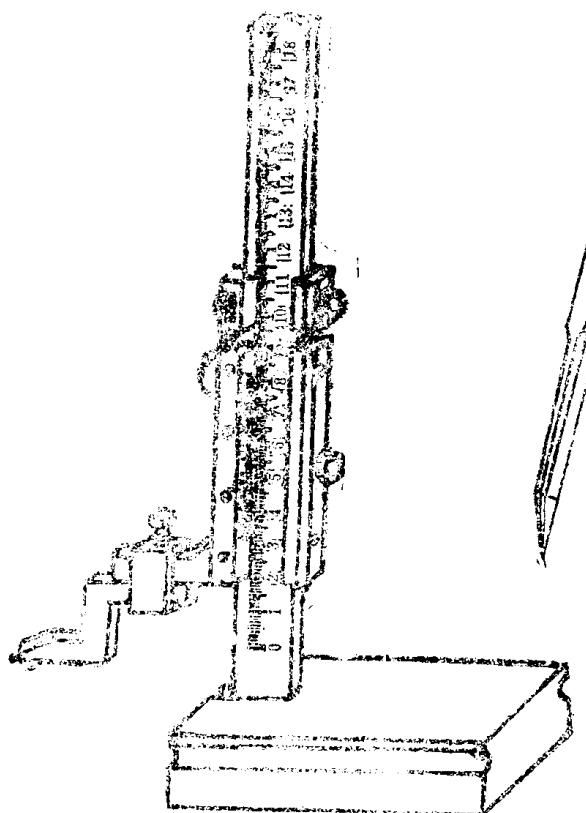

图 2-5 高度游标尺
(6) 高度游标尺 高度游标尺(见图2-5)既是精密的量具,又是精密的划线工具,精度一般为0.02毫米。